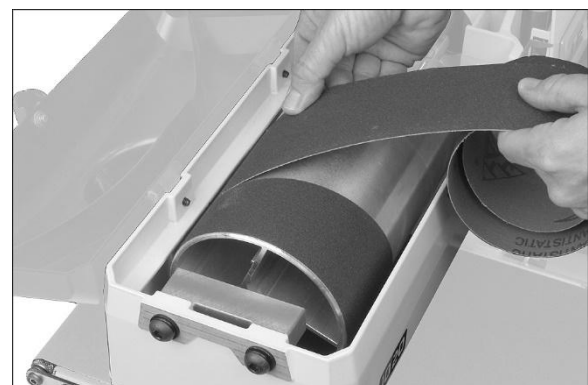

Abbildung 6-5
5. Das Schleifband spiralförmig weiter aufwickeln, indem die Trommel mit einer Hand gedreht und das Schleifband mit der anderen Hand geführt wird (Abb. 6-5).